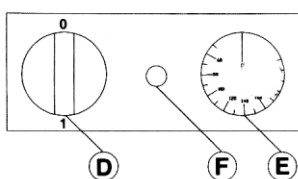

Рис.2
4. Включите оборудование в сеть при помощи сетевого выключателя (D, рис.2). При этом должна загореться подсветка выключателя.
5. Поверните ручку термостата (E, рис.2) в положение, соответствующее требуемому значению температуры. При этом должен загореться световой индикатор (F, рис.2), оповещающий о том, что включены нагревательные элементы. При достижении заданной температуры термостат отключит нагревательные элементы и световой индикатор (F, рис.2) погаснет.